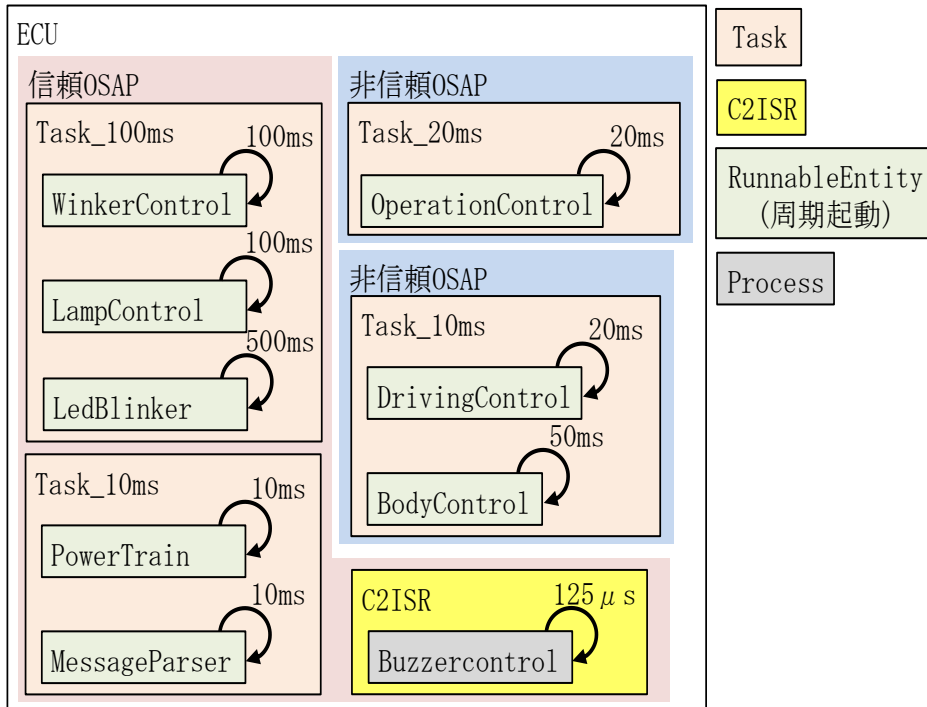

図 3-3 Task と Runnable, C2ISR と Process の関係
3.1.2.2 において Buzzercontrol 処理は C2ISR で動作することにしたため、125 μs で起動していた Task は不要となった。Task と Runnable, C2ISR と Process の関係を図 3-3 に示す。